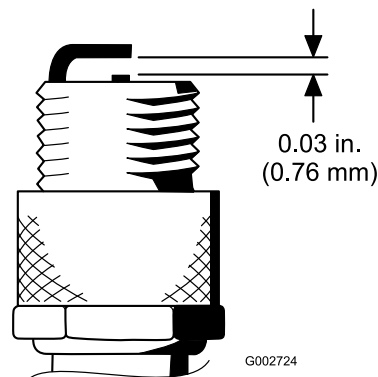

Figura 40
4. Ajuste a folga existente entre a zona central e lateral do eléctrodo para 0,76 mm, como se mostra na Figura 40.